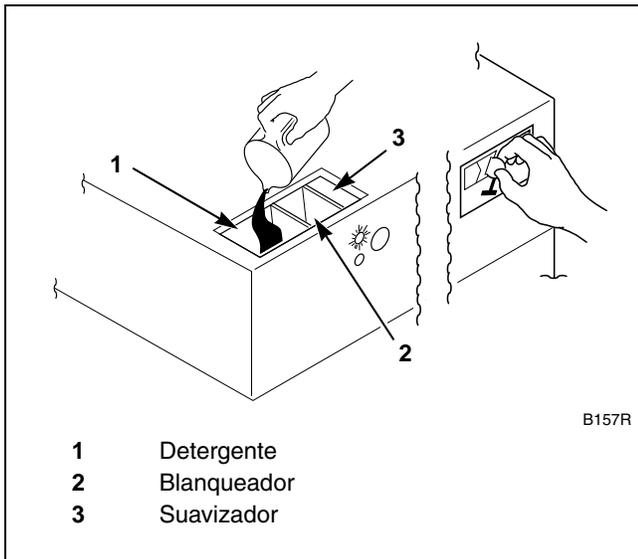

Figura 9
7. Eche líquido y polvos para llenar el distribuidor. Consulte la *Figura 9*.